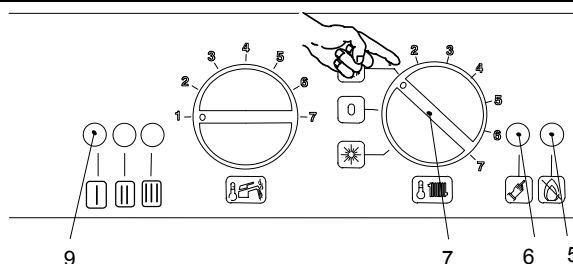

Fig. 6.5
- 2 Make sure that the function switch 7 is set to the position in Fig. 6.5. and that the timer selector switch and room thermostat, if fitted, is set to heat demand".
- 2 Убедитесь в том, что переключатель 7 находится в положении, как указано на рис. 6.5, а программатор и комнатный термостат настроены на "запрос на отопление".